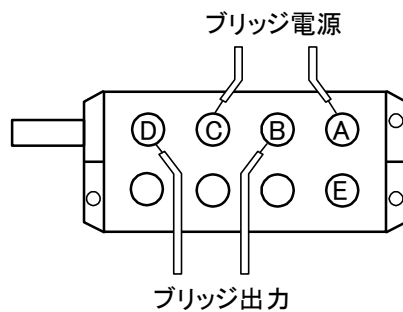

図4-2 ブリッジBOXの結線
- B) ひずみを測定するためのブリッジで、ひずみゲージは種々の接続法が用いられます。これらの接続法は、4. 2. 1項「ひずみゲージによるブリッジ構成例」を参照してください。またブリッジボックスを中継して各種の変換器を使用する場合には図4-2のように接続してください。